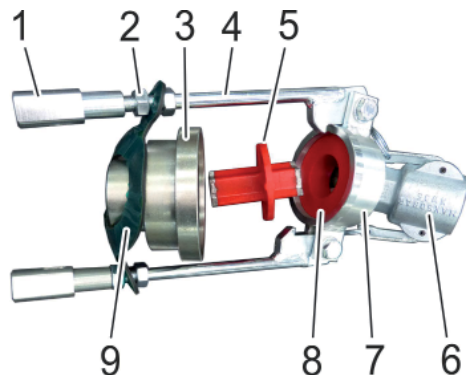

Рис. 17: Наконечник насоса
- Открутите контргайки стяжных гаек (рис. 17, поз 2 + 1) обеих тяг настолько, чтобы можно было снять фланец (рис. 8, поз 4).
- Разберите постсмеситель (см. рис. 17) и тщательно очистите детали.